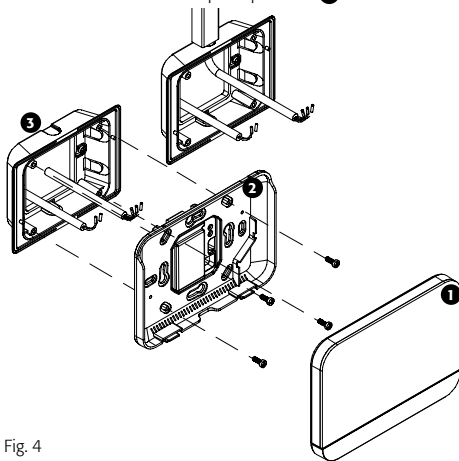

Fig. 4
2. Effectuer les connexions électriques en respectant la polarité et les connexions comme indiqué en Fig. 4.